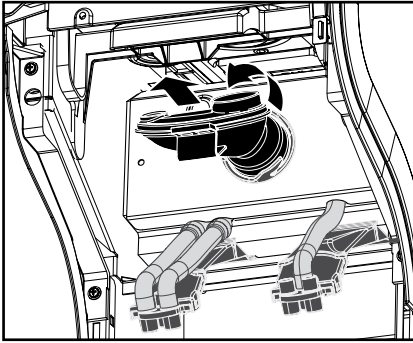

Fig. 28
- d. Drej blandebeholderen imod urets retning for at udløse den, og tag den ud med tætningsringen (fig. 28).